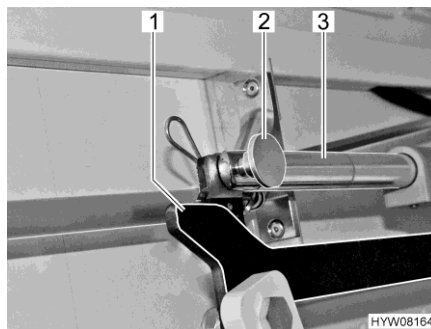

Bild 111 Drivenhet (höjbar säng)
- Lossa förbindelsen (låssprinten och bulten) (Bild 111,2) mellan skjutsång (Bild 111,3) och spaken (Bild 111,1).
- Ta tag nedifrån mellan sidoväggen och sängens stänger och dra loss kopplingen (låssprinten och bulten) (Bild 111,2) mellan skjutstången (Bild 111,3) och spaken (Bild 111,1).